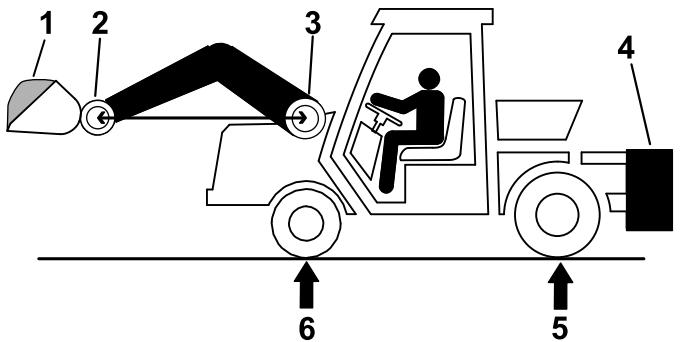

図 32
- バケットに目いっぱいの荷を入れ、バケットを、図 32のように前方一杯の位置まで移動させる。
- バケットのピボットピンがブームのピボットピンの高さと同じになるまでローダを上昇させた状態で、前後のアクスルで車両総重量GVWの測定を行う図 32。
注 R が所定の後アクスル重量RRAWよりも小さい場合には、バラストは不要図 32。